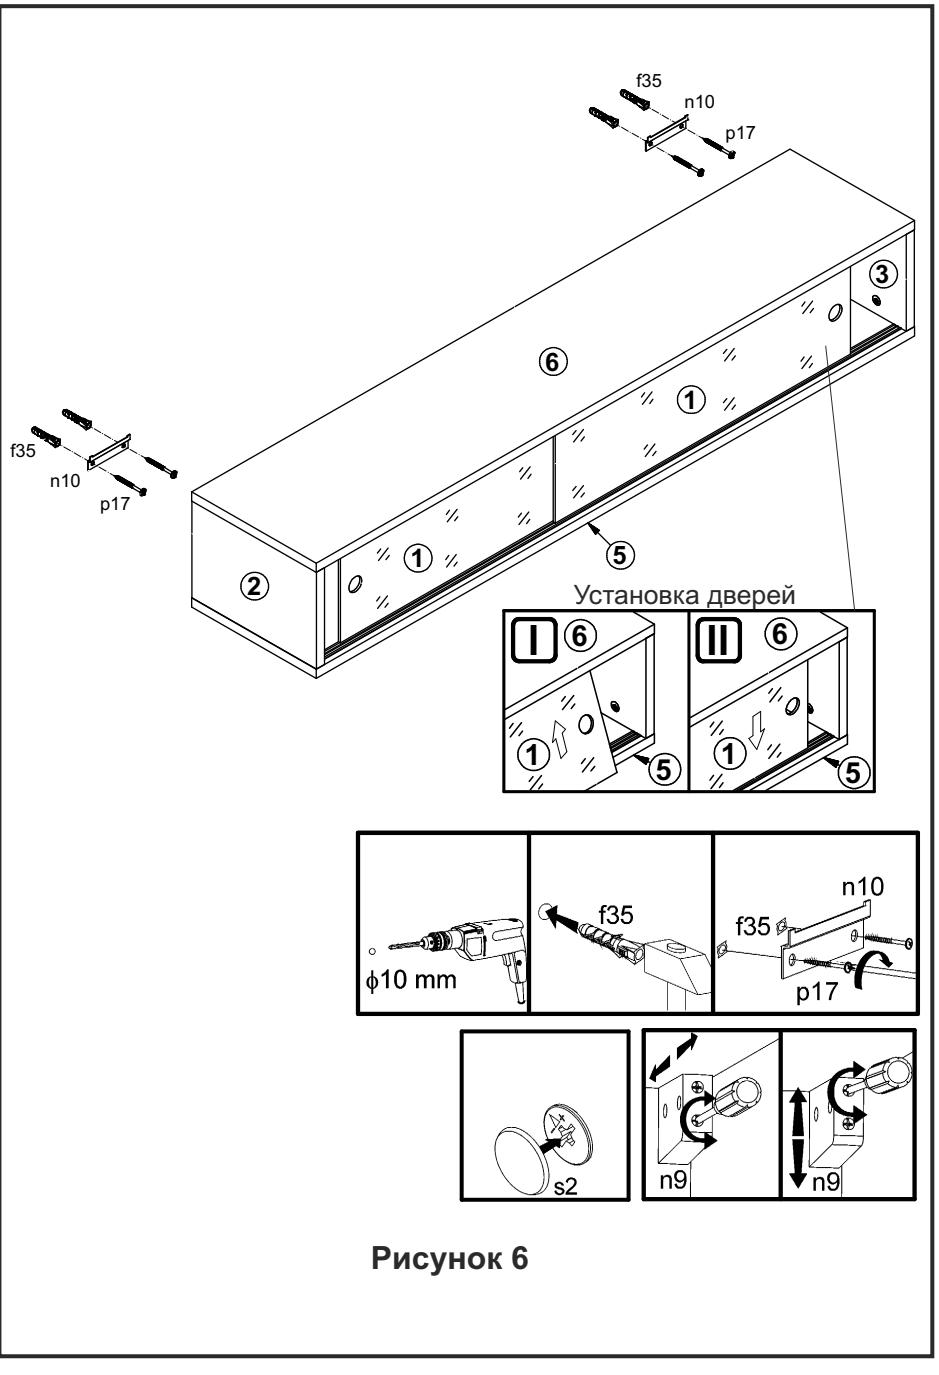

Рисунок 6
10. В стене просверлить отверстия **Ø10мм** (см. рис. 6).
11. Вбить в отверстия в стене пластмассовые дюбеля **f35** (см. рис. 6).
12. При помощи шурупов **p17** на стене закрепить планки монтажные **p10** (см. рис. 6).
13. Навесить шкаф на петли **p10** (см. рис. 6).
14. Отрегулировать положение шкафа настенного как показано на **рис.6**.
- вставить дверь стеклянную **1** в направляющую щита верхнего **6** до упора, как показано на **рис.6.:**